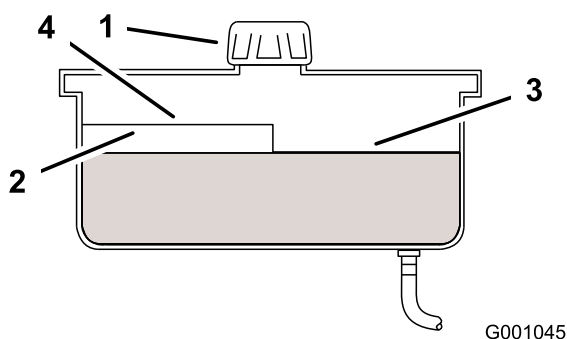

Figura 46
4. Pulite l'area attorno al tappo e al collo del bocchettone del serbatoio idraulico (Figura 46).
5. Rimuovete il coperchietto dal collo del bocchettone e controllate il livello del fluido nel serbatoio (Figura 46).
- Nota:** Il livello del fluido deve raggiungere la parte superiore del segno di livello 'caldo' del deflettore (Figura 46).